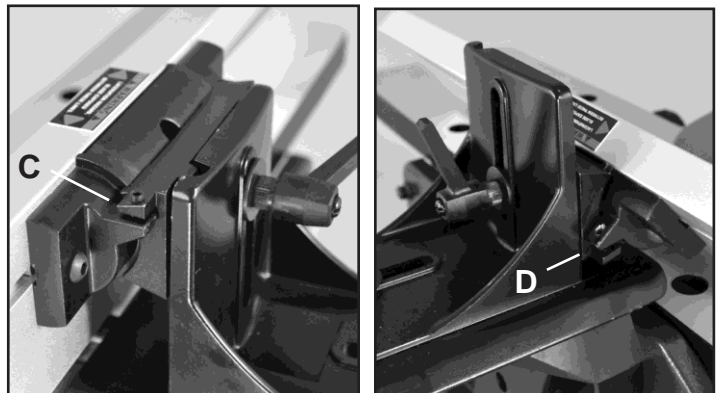

FIG. 20
5. Apriete el tornillo de fijación (C) con una llave hexagonal hasta que entre en contacto con el tope. FIG. 20.
7. Apriete el tornillo de ajuste (D) con una llave hexagonal hasta que entre en contacto con el tope. FIG. 20.